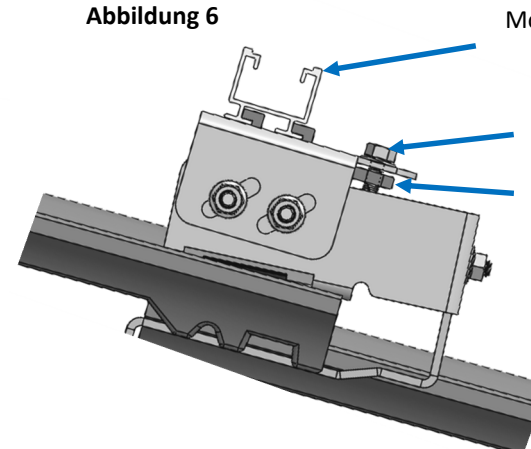

Abbildung 6
- Montageprofil 40/36 in Klemmhebel einlegen und Flanschschraube M8 anziehen. (Abbildung 6)